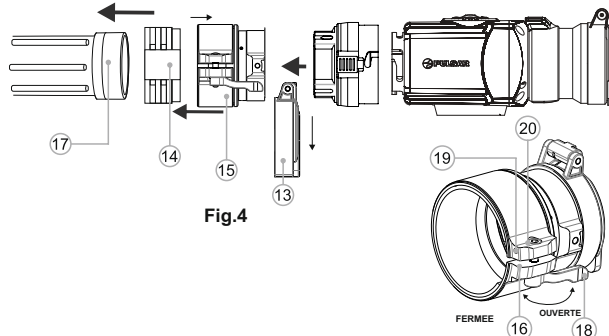

Fig.4
- Retirez le couvercle (13) de l'adaptateur en effectuant une rotation dans le sens anti-horaire.
- Installez l'insert (14) dans l'adaptateur (15) jusqu'au fond (Fig.4). **Important! Avant d'insérer l'insert, vérifiez que sa partie plus étroite soit en avant.**
- Installez fermement l'adaptateur avec l'insert sur la lentille de l'objectif (18) d'un appareil de jour (fig.4).
- Enclenchez le levier (19) de la position **OUVERTE** d'origine à la position **FERMEE** (Fig. 4).